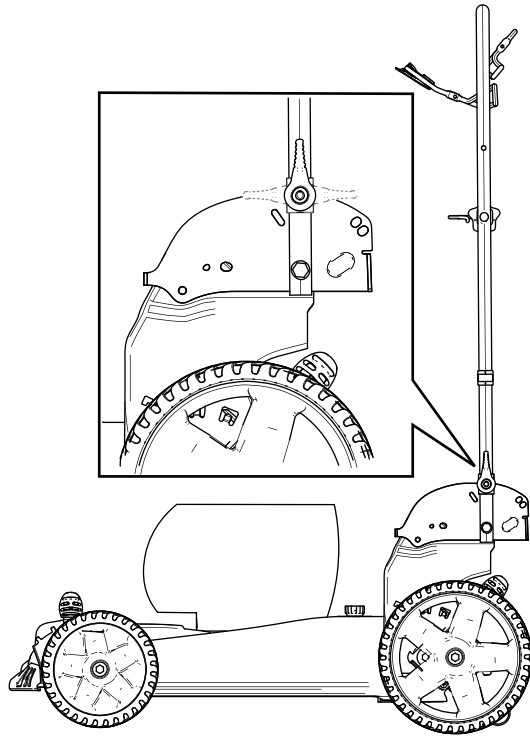

Figura 20
4. Pliegue el manillar hacia adelante, a la posición vertical o a la posición de plegado completo, según se indica en Figura 20.